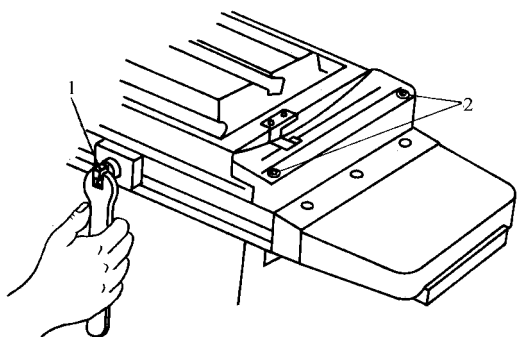

图 2-6 工作台的调整
(1) 工作台的调整 上工作台可相对于下工作台回转。如图 2-6 所示, 转动螺杆 1 可调整工作台的零位, 调整后锁紧螺钉 2。